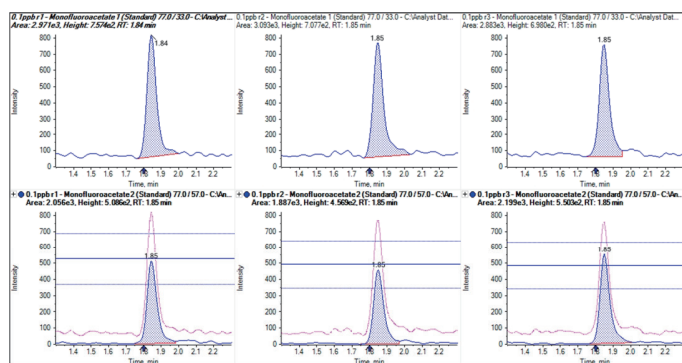

图2. 0.1 ng/mL氟乙酸钠标准品MRM定量离子对见上图, 定性离子对见下图, 参照欧盟农药残留分析质量控制标准SANCO/12571/2013 定量定性离子对比率30%MRM允许差异见图示。
0.1 ng/mL氟乙酸钠标准品准确度与重现性(%CV, n=3)见图2。
参照欧盟食品检测标准SANCO/12571/2013[4], 定量定性MRM离子对比率允许差异为30%, MultiQuant™软件(版本3.0.2)可以自动计算离子比率, 在峰浏览窗口可浏览色谱峰及允许差异范围, 见图2。